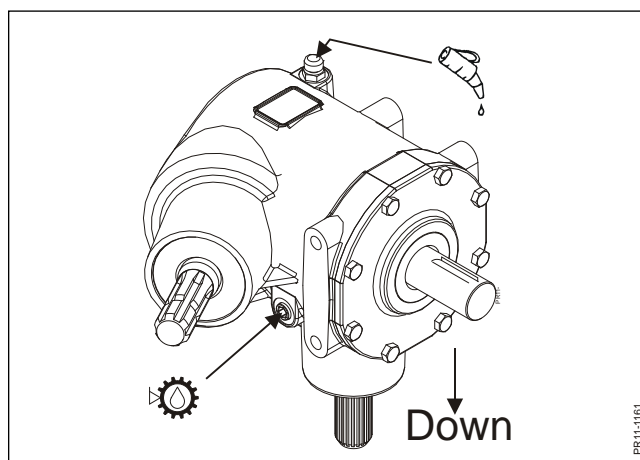

Fig. 4-7
- Fig. 4-7 Capacité d'huile:** **1,80 litres**